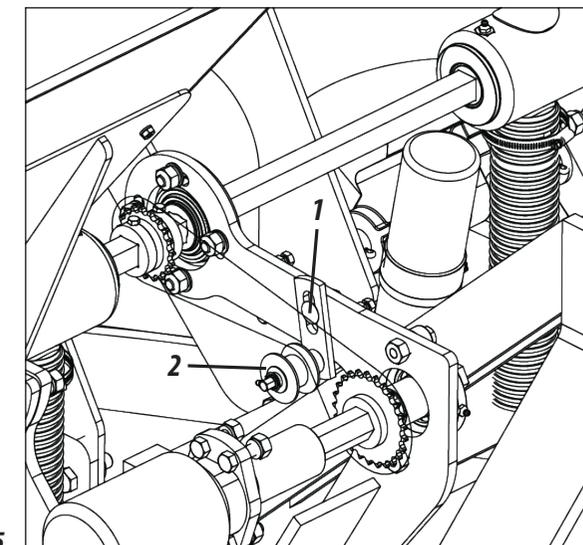

Figura 15
## TENSÃO DAS CORRENTES ( FIGURA 15 )
- 1- Solte o parafuso (1), deslize o esticador (2) até a tensão necessária. Em seguida, reaperte a porca, **conforme mostra a figura 15.**